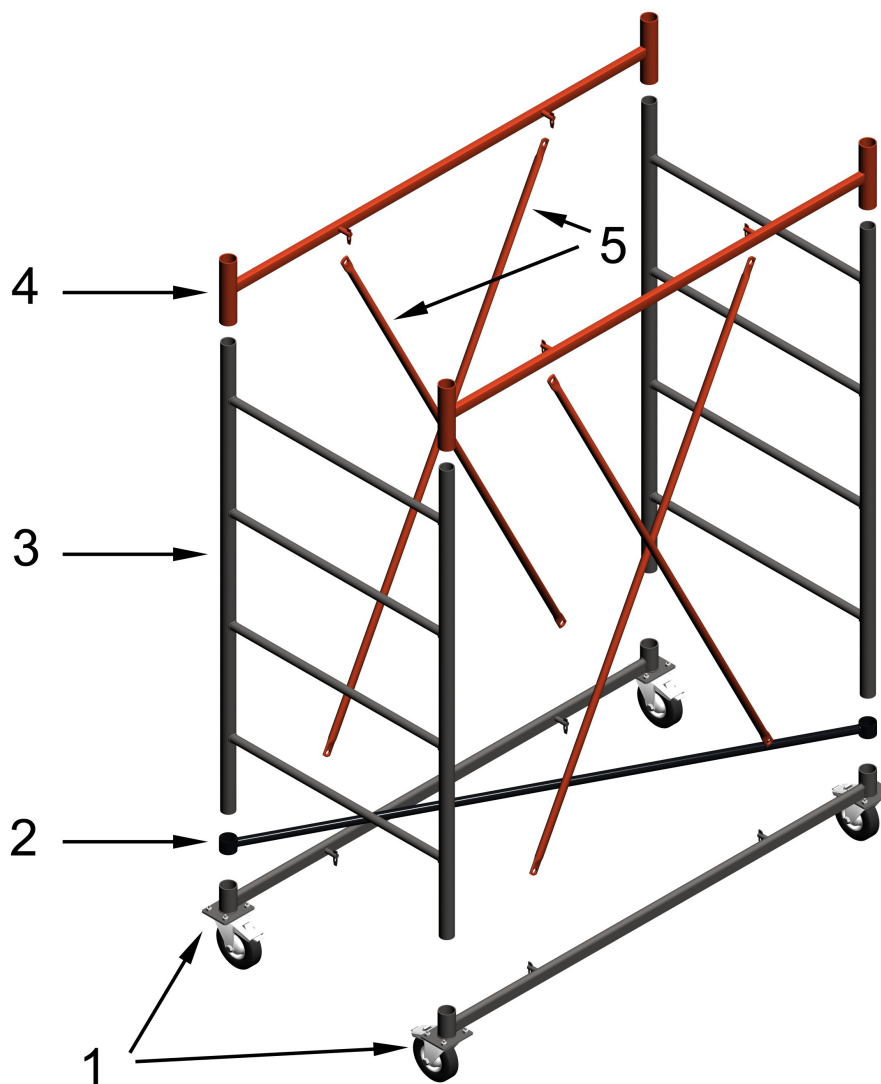

Рис.1
- 4.5. Используя флажковые замки, соединить гантели (4) и базы (1) стяжками (5). (Рис.1)